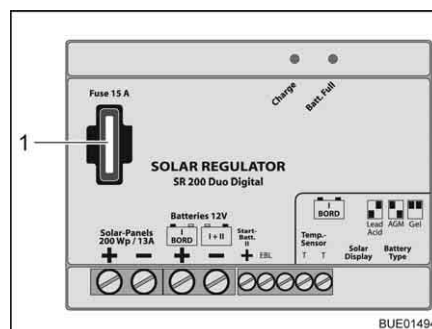

Bild 152 Säkring till laddningsregulator för solpanel 200 W
- Byt flatsäkring 15 A/blå (Bild 152,1).